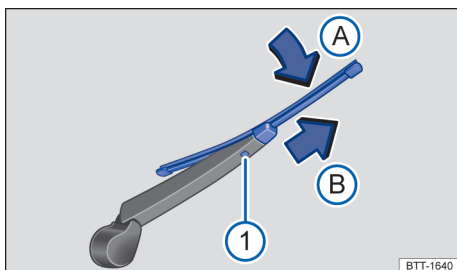

Fig. 172 Substituir a palheta do limpador do vidro traseiro.
- Manter o botão de destravamento pressionado → Fig. 172 ①.
- Incliná-la palheta dos limpadores do vidro na direção do braço dos limpadores do vidro traseiro → Fig. 172 ② (seta) e, ao mesmo tempo, retirá-la no sentido da seta ③. Para isso, poderá ser necessário um esforço um pouco maior.
- Introduzir a nova palheta dos limpadores dos vidros **de mesmo comprimento e versão** no braço dos limpadores dos vidros no sentido contrário ao da seta → Fig. 172 (seta ④), até que ela se encaixe. Agora a palheta dos limpadores dos vidros deverá estar em posição rebatida para fora → Fig. 172 (seta ⑤).